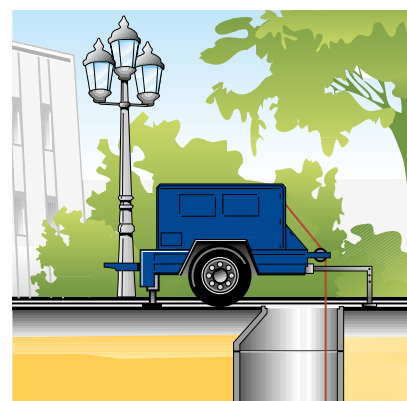

Bild 2: Einzugwinde am Zielschacht
3. Einziehen des Rohres (Bild 1, Bild 2).